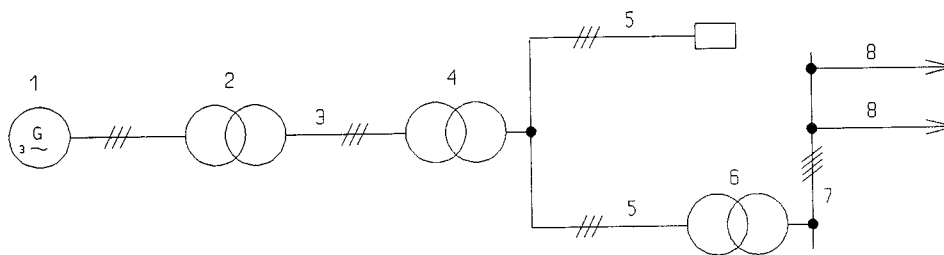

Fig. 12.1
La energía eléctrica se produce (fig.12.1) en la central generadora (1) a una tensión que no suele sobrepasar los 25 kV. En la subestación elevadora (2) se eleva a más de 45 kV para la línea (3) que transporta la energía a alta tensión (A.T.) hasta la estación reductora (4), que distribuye la tensión a un valor de 6 a 45 kV. La línea primaria de distribución (5) lleva la energía a centros de gran consumo o a centros de transformación (6) que disminuyen la tensión a menos de 1 kV y, mediante las líneas de distribución (7) en baja tensión (B.T.), se suministra energía a los abonados, que conectan a la línea mediante acometidas (8).